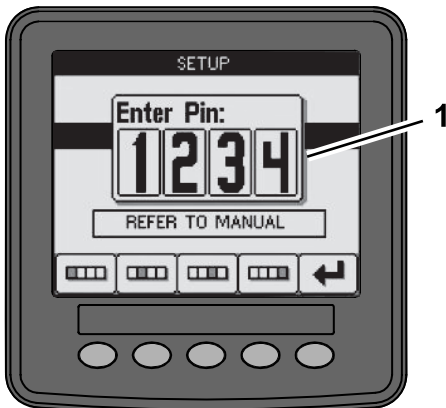

Bild 15
1. Drücken Sie im Setupmode eine beliebige Taste, um auf die Popup-Menüleiste am unteren Bildschirmrand zuzugreifen (Bild 15).
3. Geben Sie den PIN-Code (Bild 15) ein und wählen Sie das EINGABE-Symbol
3. Geben Sie die PIN-Nummer (Bild 15) ein und wählen Sie das ZURÜCK-Symbol.